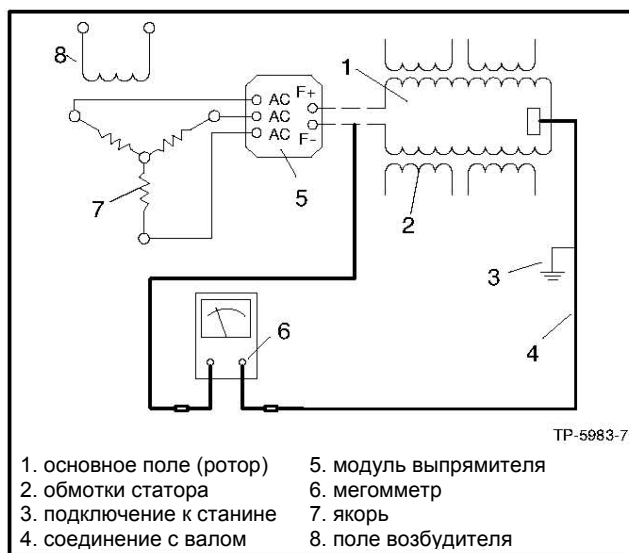

Рисунок 8-11 Подключение мегомметра к основному полю
3. Проверьте ротор на предмет замыкания на землю при помощи мегомметра. Мегомметром подать постоянный ток 500 вольт на оба вывода ротора и станину ротора. При использовании мегомметра следуйте инструкциям изготовителя См. Рисунок 8-11. Показание примерно 1.5 МОМ и выше указывает на то, что ротор работает нормально. Показания ниже 1,5 МОМ указывают на потерю свойств изоляцией обмоток и возможную утечку тока на землю; в таком случае следует заменить ротор.